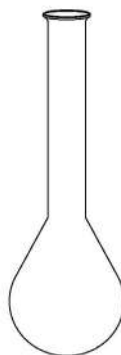

Рис. 22. Колбы Кьельдаля
6. **Колбы Кьельдаля** (рис. 22) - стеклянная емкость грушевидной формы с удлиненной шейкой и цилиндрической горловиной для минерализации, включая установку численного значения азота по Кьельдалю.